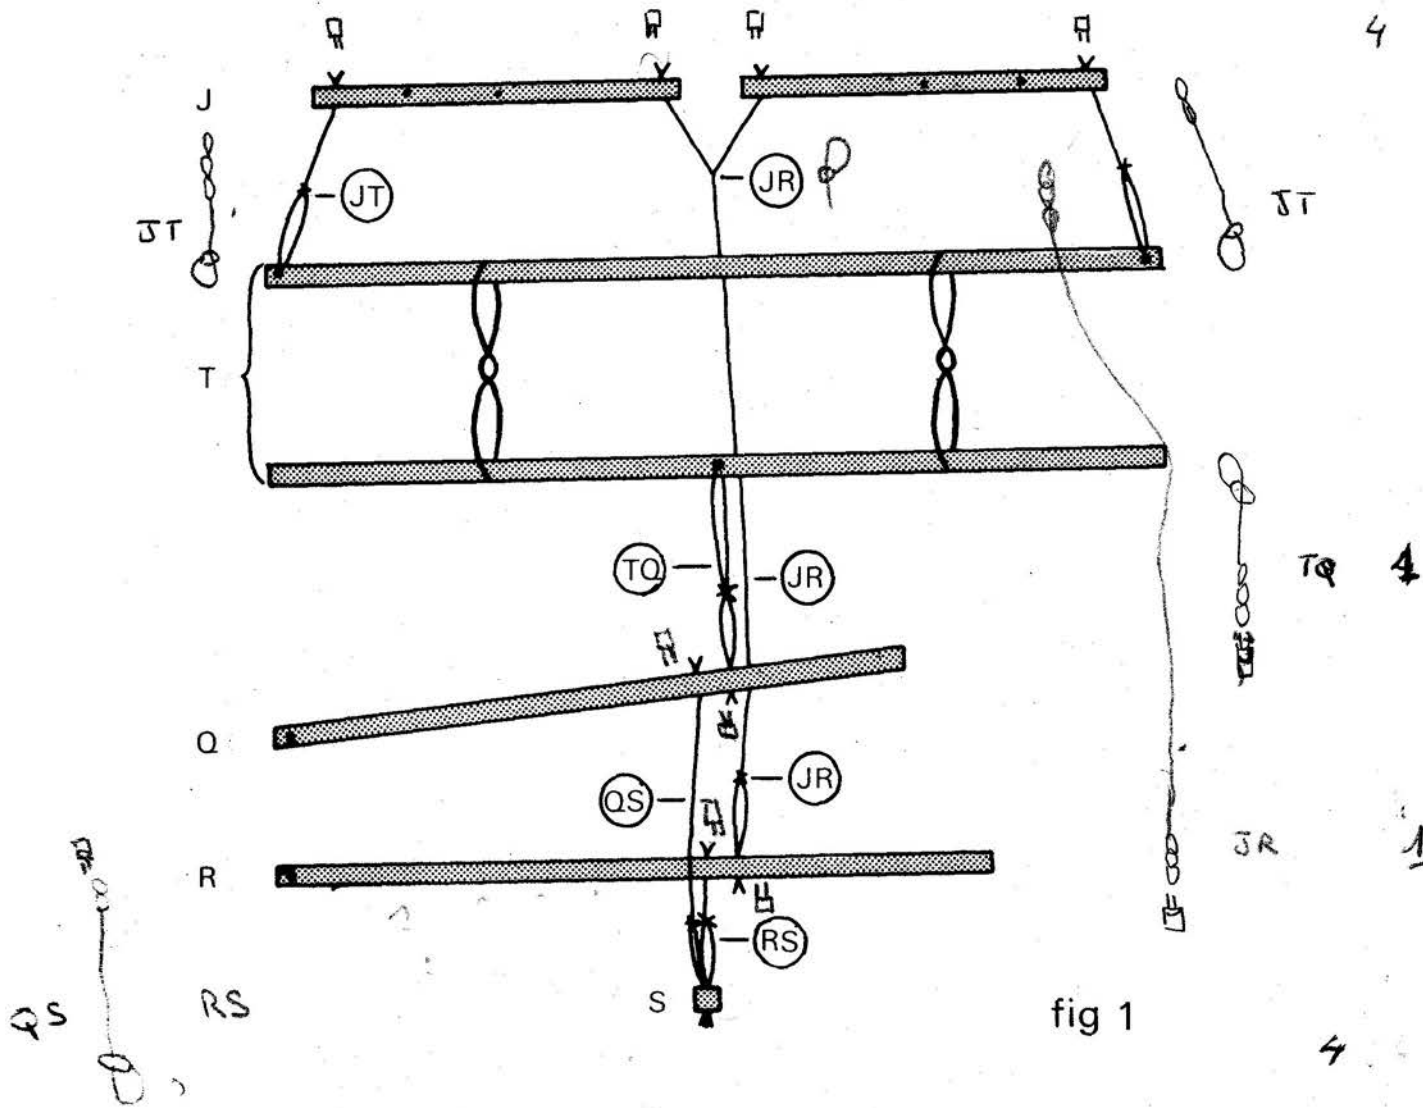

fig 1
Le principe d'attachage des contremarches est identique sur tous les métiers LERVAD de 4 à 16 lames, sans tenir compte du nombre de lames. Chaque lame se compose des pièces et cordes détaillées ci-dessous. Cf.fig.1.
Toutes les pièces appartenant à une même lame se placent les unes en dessous des autres dans la même verticale. Chaque lame et les pièces s'y rapportant sont numérotées d'avant en arrière; les marches (S) font exception et sont numérotées de gauche à droite. Ainsi T1 indique la première lame et S1 la première marche à gauche, sur la fig. 1 les deux cordes les plus basses, QS et RS sont figurées en même temps, bien qu'une lame et ses pièces ne puisse recevoir qu'une des deux cordes à la fois. La fabrication des cordes et le processus d'attachage sont décrits plus loin.
Nous voyons à la figure 1 page 7 que chaque corde consiste en une ou plusieurs parties qui sont assemblées en une seule corde. Sur la page ci-contre, à chaque partie est attribuée une lettre minuscule se référant au tableau de découpage ci-dessous; le type de noeud correct y est également indiqué. A ce stade nous avons besoin que du noeud représenté à la figure 14.